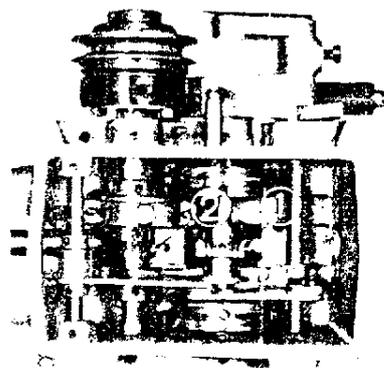

Fig. 4
ENSUITE, DESSERER LES VIS DE LIAISON TETE/BRAS (1) FIG. 1 ET APRES AVOIR BASCULE LA MACHINE COMME INDIQUE FIG. 4, VOUS POUVEZ VOIR LE SYSTEME D'ENGRENAGES (1) ET (2). GRAISSER LES DEUX. VERIFIER PERIODIQUEMENT SI L'HUILE APPARAIT A LA SURFACE DU FEUTRE A L'INTERIEUR DE L'EMBASE, SI NON RECOMPLER.